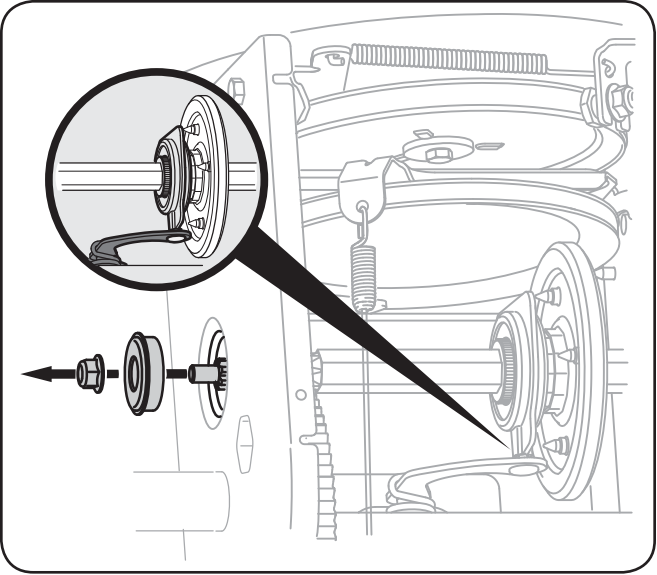

Fig. 7-10
5. Retirez doucement l'écrou à six pans et la rondelle qui maintiennent l'arbre hexagonal sur le châssis de la souffluse et frappez doucement sur l'extrémité de l'arbre pour dégager le roulement à billes du côté droit du châssis. Voir la Fig. 7-10.